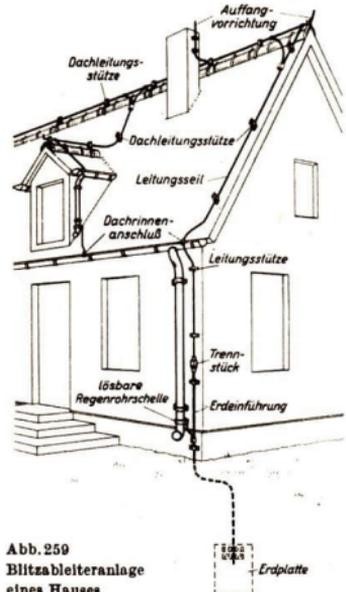

Abb. 259
**4. Vom Blitzschutz.** Um Gebäude vor den Folgen eines Blitzeinschlages zu schützen, verwendet man *Blitzableiter*. Durch sie wird dem Blitz eine gute und bequeme Ableitung zur Erde gegeben. Betrachte Abb. 259 und beschreibe den Weg des Blitzes! Jeder Blitzableiter muß vorschriftsmäßig angelegt werden. Seine Leitung darf nirgends beschädigt oder unterbrochen sein. Warum nicht? Die Erdleitung soll möglichst bis ins Grundwasser reichen und in einer Grundplatte aus Metall enden. Ein schlecht angelegter oder beschädigter Blitzableiter bietet keinen Schutz, sondern stellt im Gegenteil eine Gefahr für das Haus dar. Begründe folgende Vorsichtsregeln: Stelle dich während des Gewitters nie unter einzelnstehende Bäume oder neben Telegraphenstangen! Meide die Wasserläufe und lege dich auf freiem Felde auf den Boden! Weshalb muß man während eines Gewitters die Antenne eines Radiogerätes erden?